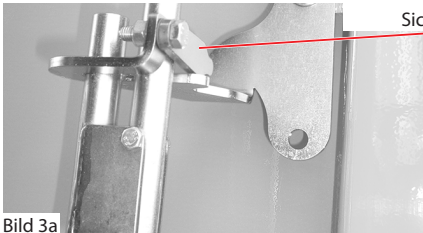

Bild 3a
- die Kurbel der mechanischen Schiebeplane befindet sich in der richtigen Stellung und ist mit dem Sicherungshebel gesichert (Bild 3a/3b)